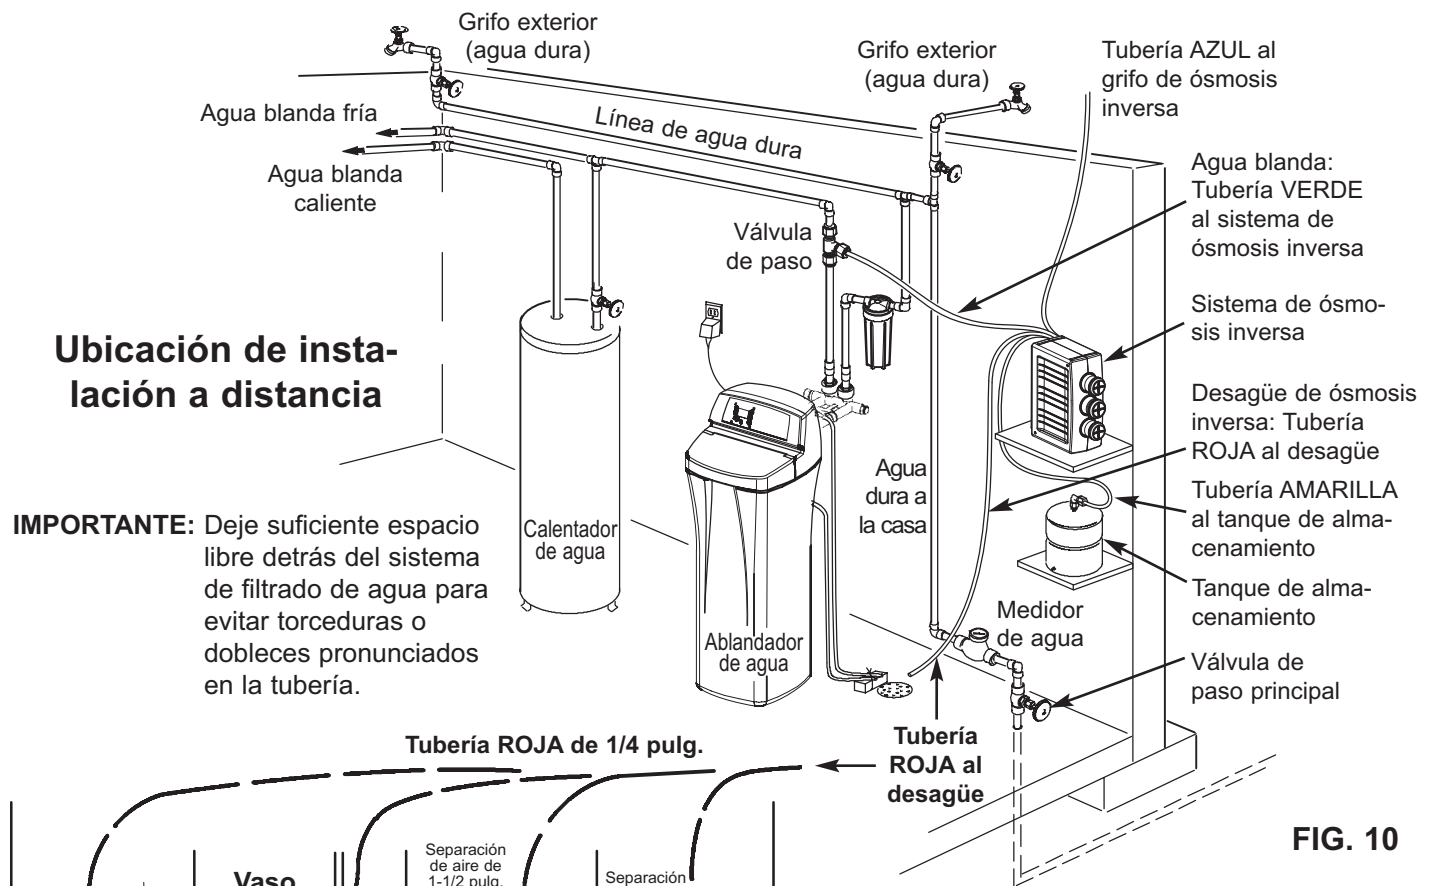
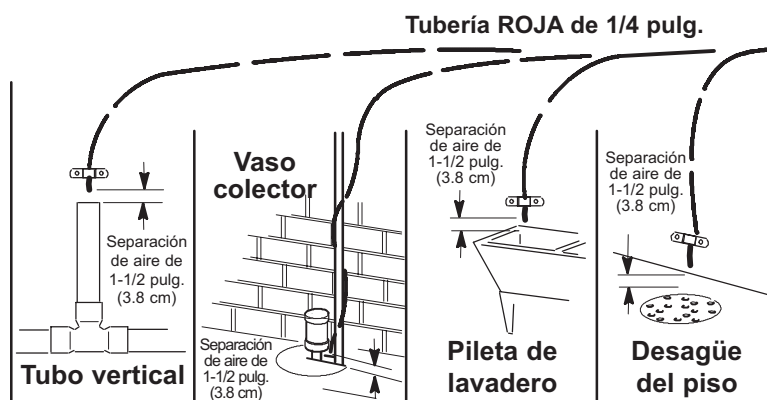

FIG. 10
FIG. 11
(Vea la Fig. 10 y la Fig. 11) Éste se suele usar en las instalaciones de ubicación a distancia. El tubo de desagüe del filtro de ósmosis inversa va directamente a un drenaje abierto. Vea la Fig. 10 y la Fig. 11.
Tienda la tubería de desagüe a un drenaje existente en la casa. Un desagüe de piso, pileta de lavadero, un tubo vertical, un vaso colector, etc. son drenajes aptos. Vea la Fig. 11. Este tipo de drenaje es el preferido por sobre el adaptador de desagüe del colector en P.
1. Ubique la tubería roja de 0.6 cm (1/4 pulg.) en el conjunto del filtro de ósmosis inversa. Vea la Fig. 10.
4. Tienda la tubería al punto de desagüe y fijela al extremo con un soporte (no incluido). Vea la Fig. 11.